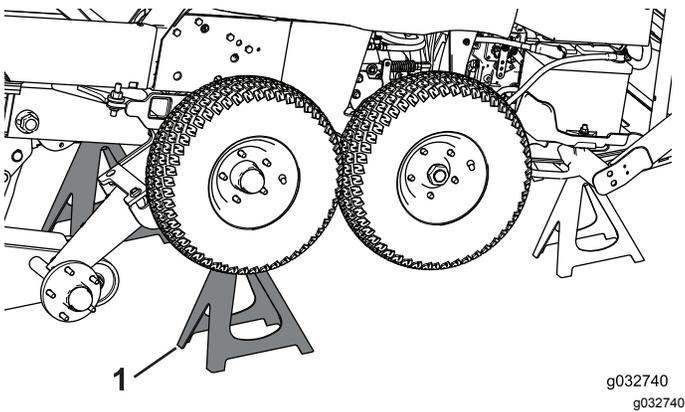

Figura 89
5. Usate cavalletti metallici per sostenere il telaio invernale (Figura 89).
- 6. Rimuovete le ruote anteriori (Figura 89).